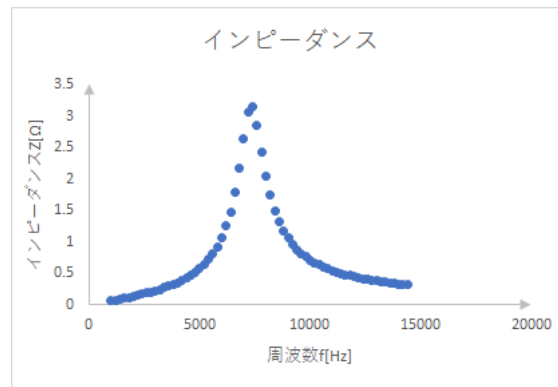
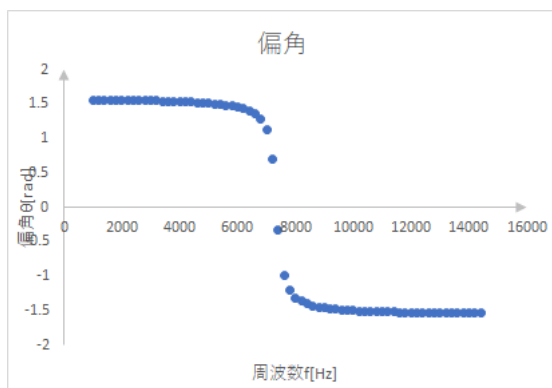
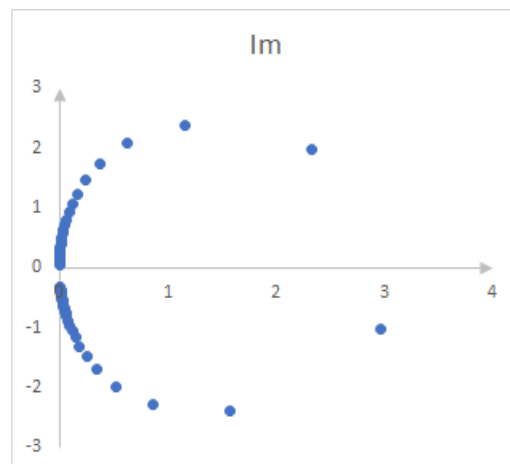

図 6: RLC 並列回路のインピーダンス
図 7: RLC 並列回路の偏角
図 8: RLC 並列回路のインピーダンスの軌跡
3.2.2で行った実験の結果を整理し、インピーダンス及び偏角を算出した。また、算出した値をグラフにしたものをそれぞれ図6と図7に示す。さらに、インピーダンスの軌跡を複素平面に描画したものを図8に示す。